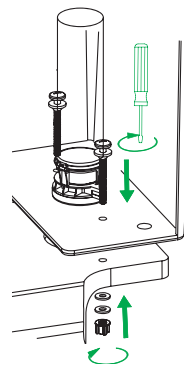

Рис. 9 / 9-сур.
3. Вставьте болты в отверстия бачка и чаши унитаза и закрепите бачок на унитазе (рис. 9). **Внимание: затягивание пластмассовых гаек нужно производить равномерно с двух сторон, не допуская перекосов бачка и не используя гаечные ключи.** Для упрощения крепления бачка к унитазу и регулировки коромысла рекомендуем отсоединить корпус выпускного клапана от седла, повернув его против часовой стрелки.